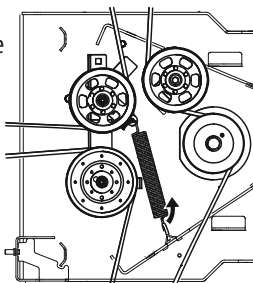

Figure 45
- b. Décrochez le ressort de la poulie du crochet sur le côté droit du milieu du plateau. Voir Figure 45.